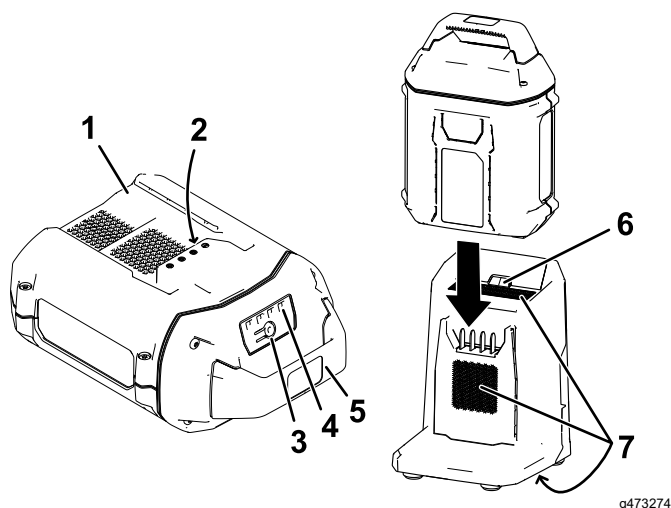

Figura 20
2. Allineate la cavit  nel pacco batteria (Figura 20) con la linguetta sul caricabatterie.
3. Fate scorrere il pacco batteria nel caricabatteria fino a quando non   completamente in sede (Figura 20).